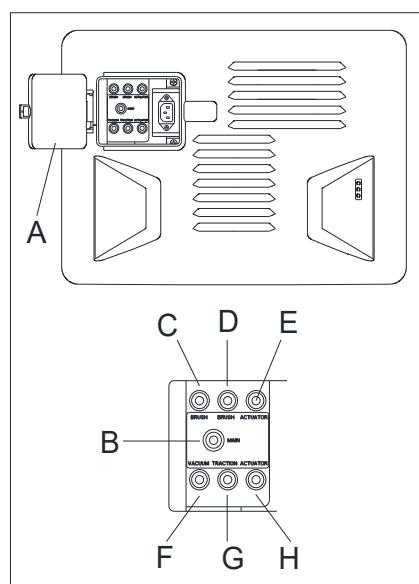

Abbildung 28
1. Öffnen Sie die wasserdichte Abdeckung (Abbildung 28, A)